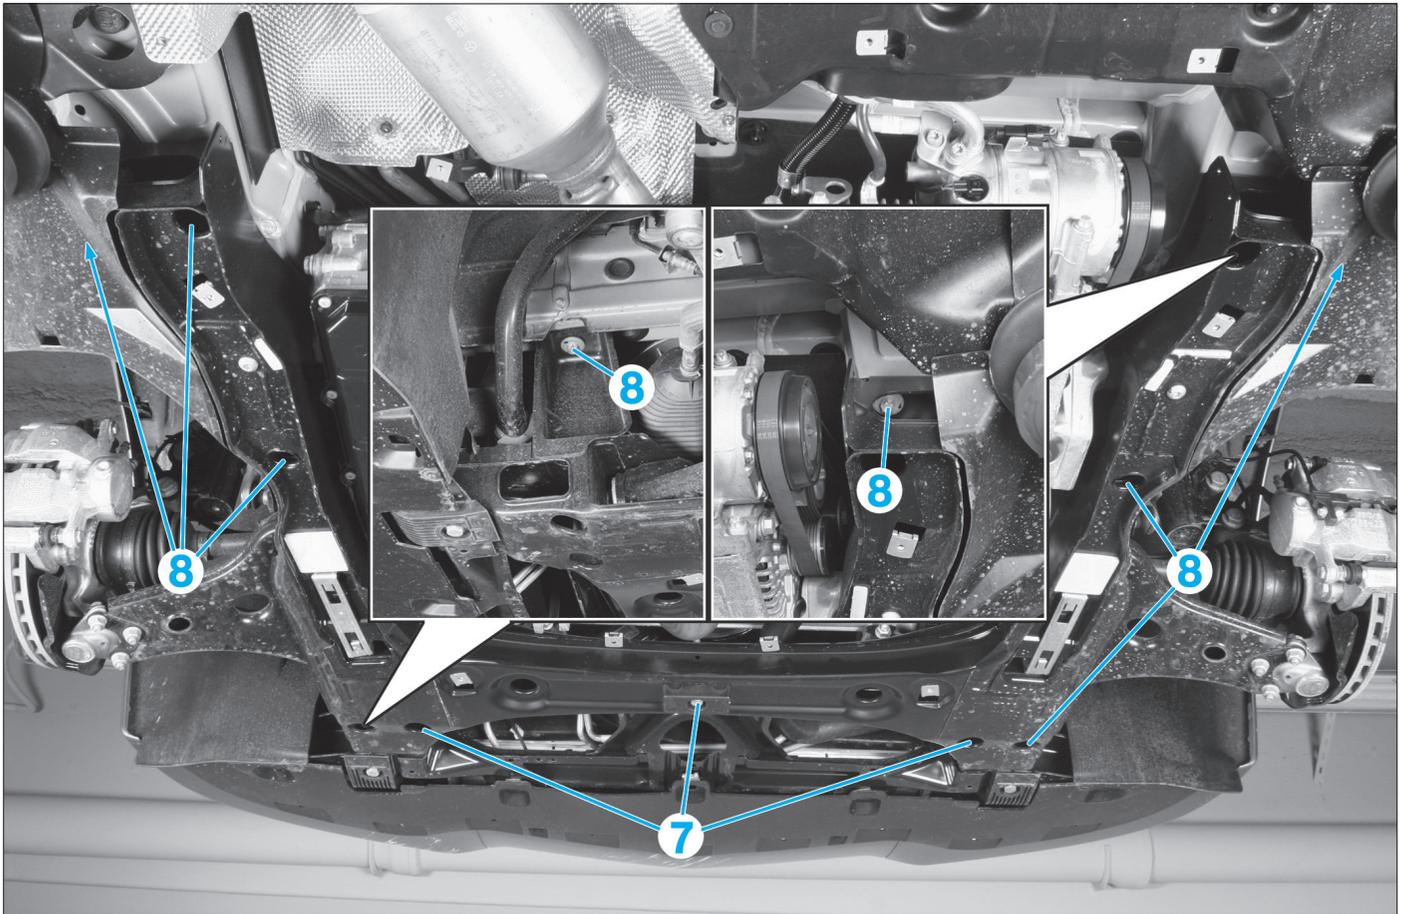

FIG. 18
- Déposer les écrous (7) (Fig.18).
- Déposer les vis (8).
- approcher toutes les vis (8) du berceau puis les serrer,